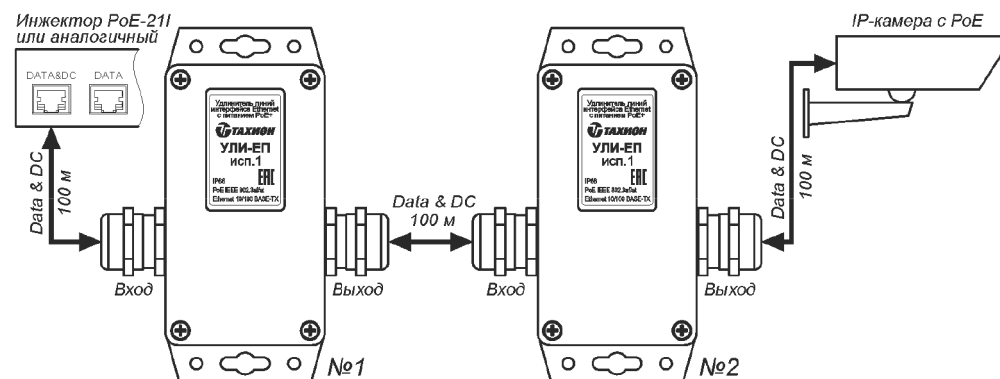

Рис.4 Пример удлинения сегмента сети Ethernet с питанием PoE
3. Соедините **«Выходной»** кабель удлинителя УЛИ-ЕП исп.1 с разъемом **«PoE»** питаемого устройства или с разъемом RJ45 **«Вход»** последующего УЛИ-ЕП исп.1 в цепочке удлинителей (см. рис.4).
5. Соедините разъем **«Data»** инжектора PoE 4-х парным кабелем UTP с портом компьютера (см. рис.4).
- 4. Возможно увеличение расстояния линии связи для передачи данных по сети Ethernet и питания по технологии PoE до 300 или 400 метров при подключении 2 или 3 изделий, соответственно (см. рис.4).